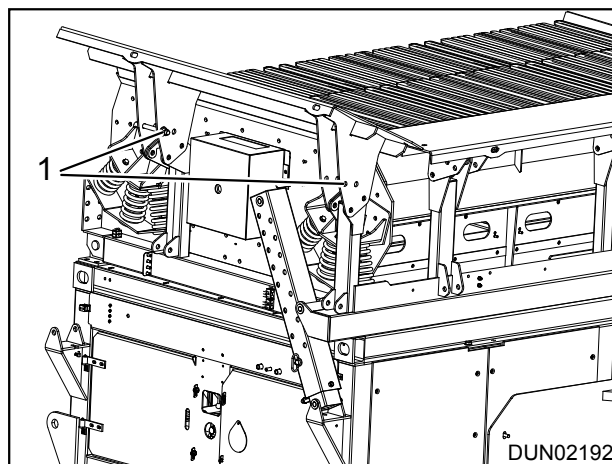

Figure 5.9 - Zijkleppen van het trilrooster
3. Ondersteun de zijklep op mechanische wijze en verwijder de bouten (item 1) aan weerszijden van de roosterklep, zie afb. 5.9.